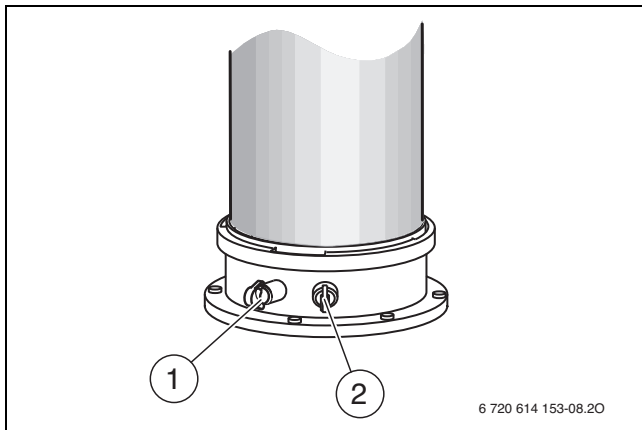

Bild 58 Abgasmessstutzen und Verbrennungsluft-Messstutzen
- Stopfen am Verbrennungsluft-Messstutzen (→ Bild 58, [2]) entfernen.
- Stopfen am Abgasmessstutzen (→ Bild 58, [1]) entfernen.